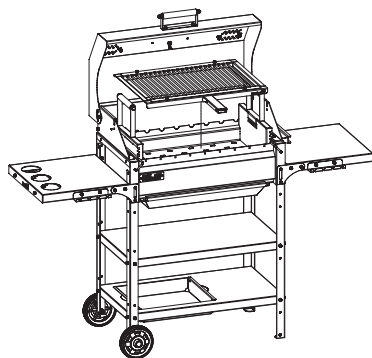

Рис. 42.
- Разместите решетку-гриль над угольным лифтом, как показано на рис. 42.